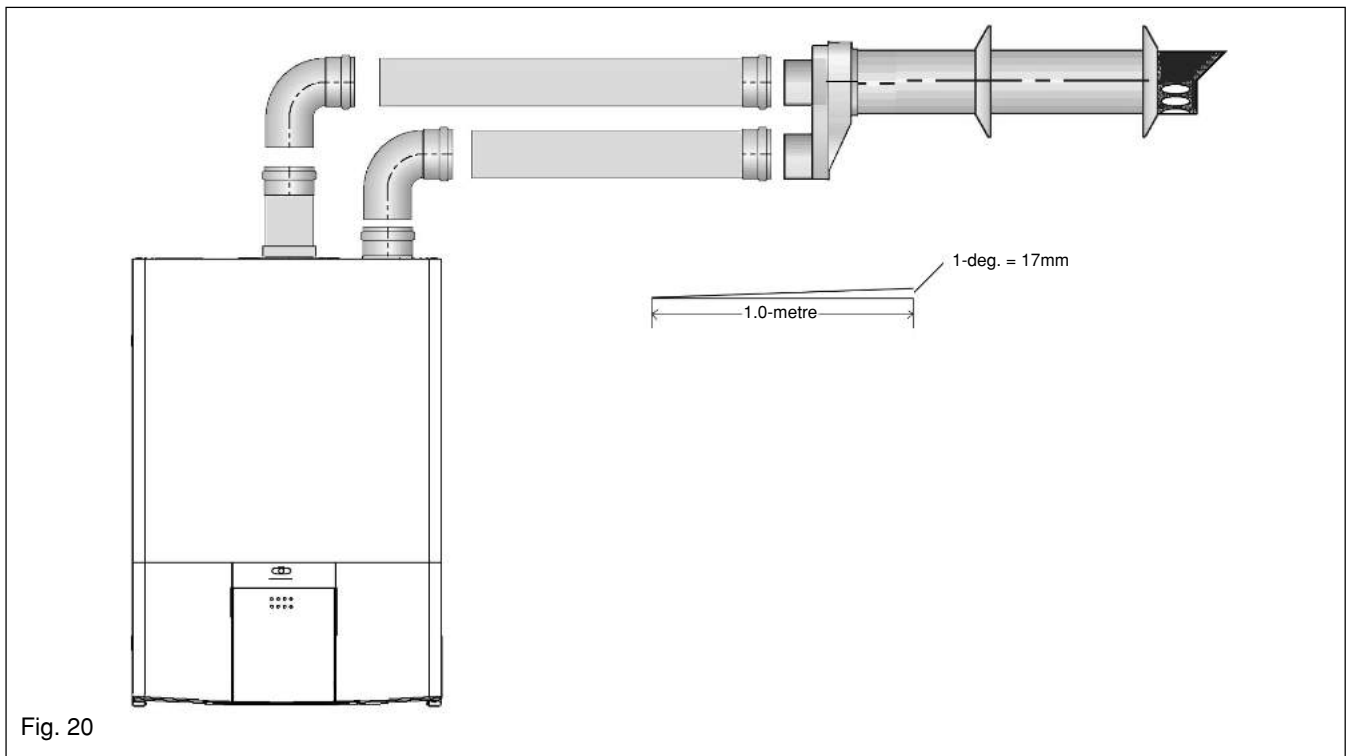

Fig. 20
4.5.6.2 HORIZONTAL TERMINATION (see fig. 20)